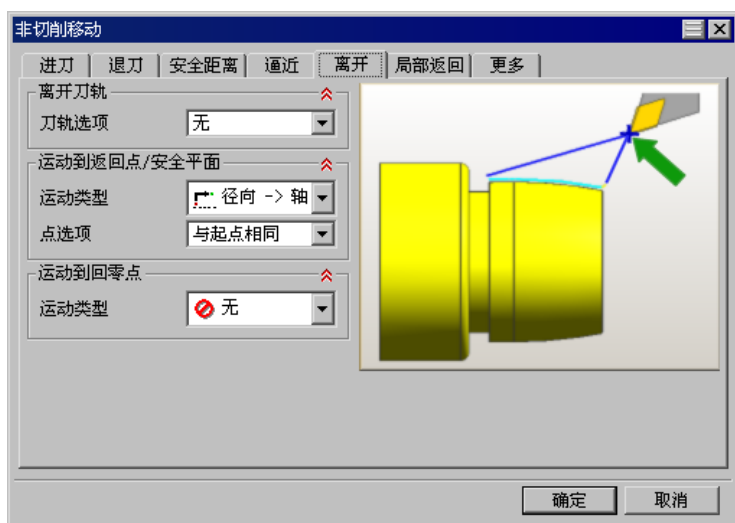

图 9.8 “离开”选项卡
Step3. 在“非切削移动”对话框中选择 **离开** 选项卡, 设置图 9.8 所示的参数。